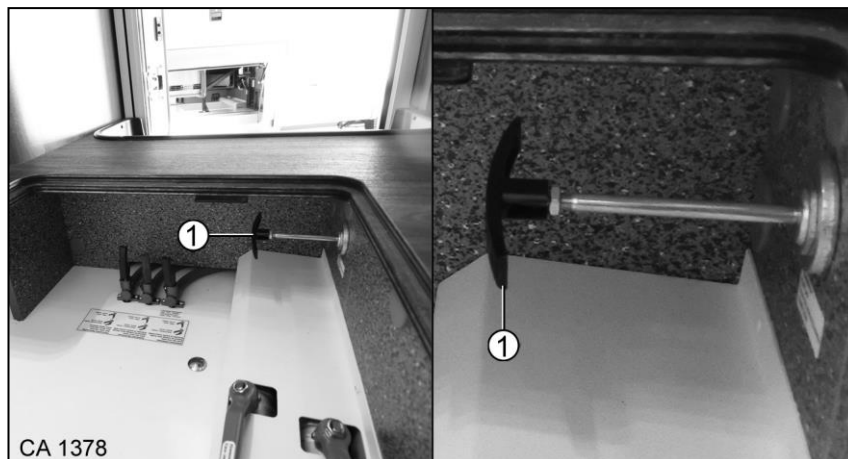

Fig. 165 Poignée de l'obturateur de la sortie du réservoir des eaux noires
2. Tirer la poignée de l'obturateur de la sortie (Fig. 165/1) jusqu'en butée. Le réservoir des eaux noires est maintenant ouvert.